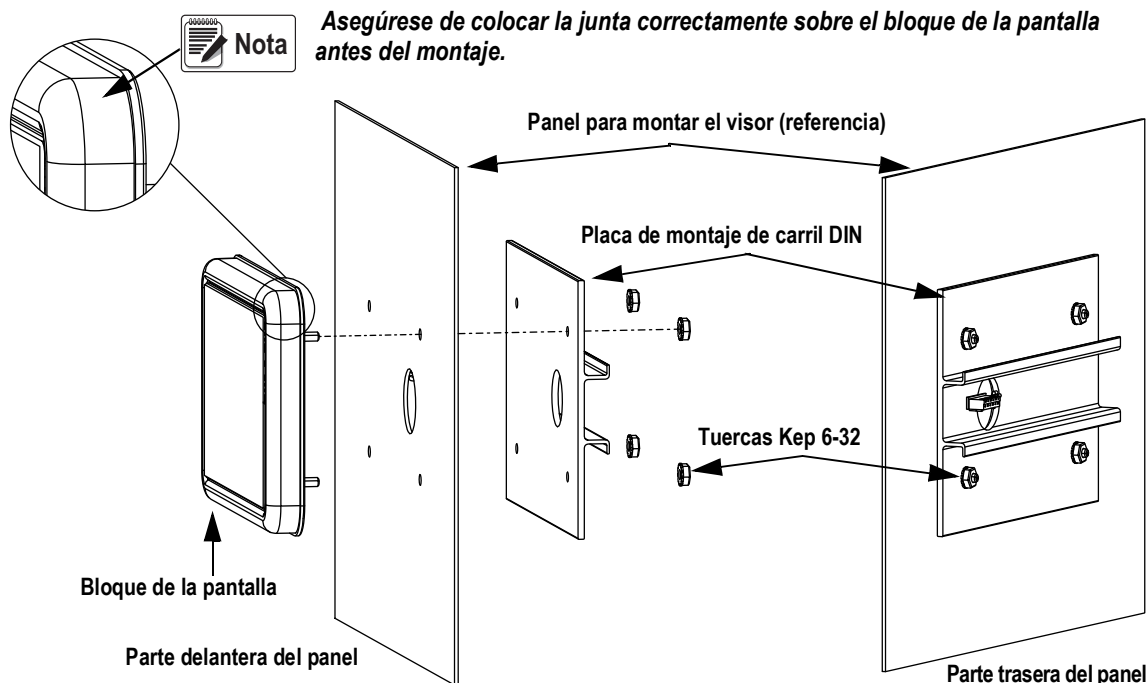

Figura 2-3. Montaje del bloque de la pantalla
3. Afloje y retire las cuatro tuercas Kep que fijan el carril DIN y el bloque de la pantalla al panel. Consulte la Figura 2-3 en la página 13.